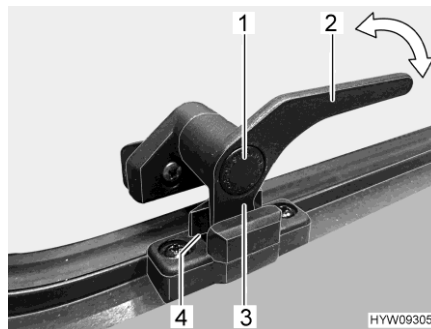

Fig. 23 Palanca de bloqueo (posición de "ventilación continua")
- En la posición "ventilación continua" (Fig. 23)
- Presionar el botón de seguridad (Fig. 23,1) y mantenerlo pulsado.
- Girar la palanca de bloqueo (Fig. 23,3) un cuarto de vuelta hacia la mitad de la ventana.
- Girar de nuevo hacia atrás la palanca de bloqueo. El saliente de bloqueo (Fig. 23,3) de la palanca de bloqueo se ha de introducir para ello en el rebaje del bloqueo de la ventana (Fig. 23,4).
- Soltar el botón de seguridad (Fig. 23,1).